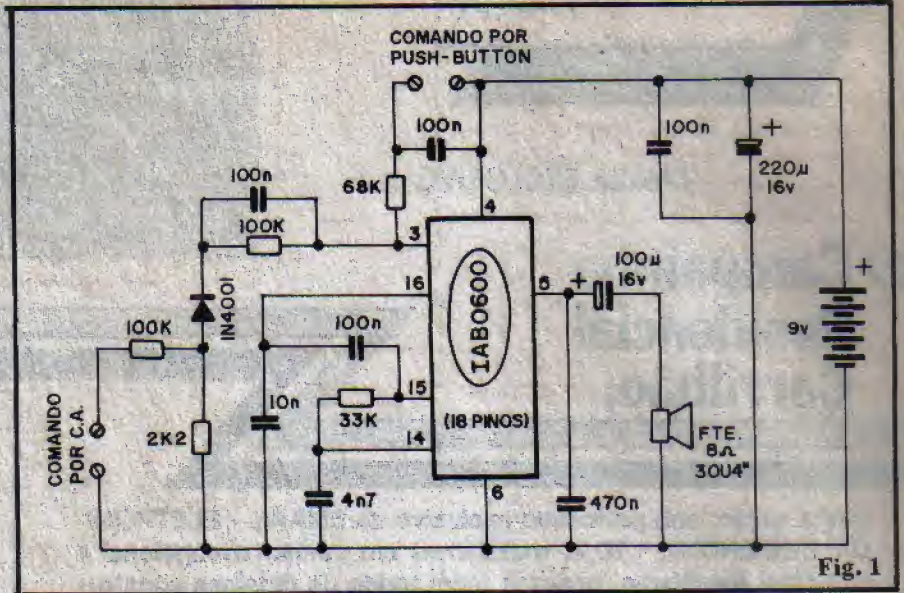
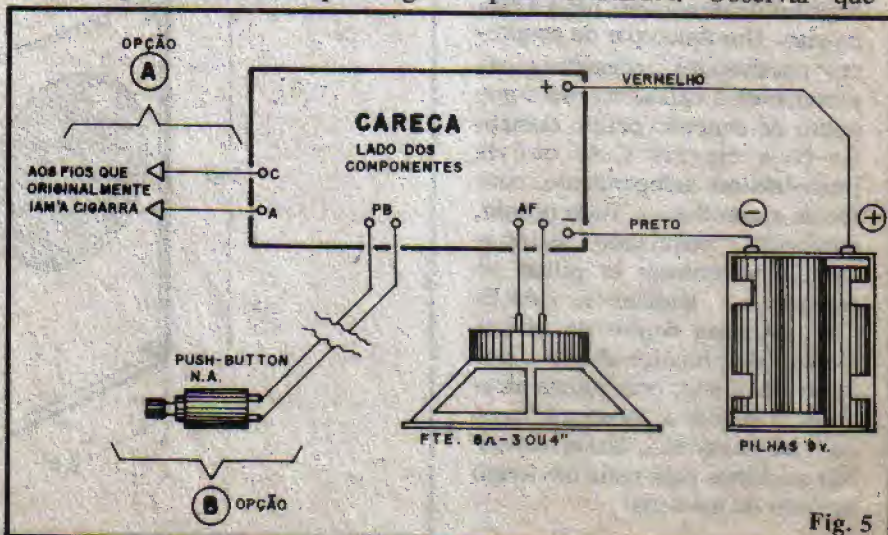

Fig. 1
Fig. 5
— FIG. 1 — O diagrama do circuito da CARECA está na figura, em toda a sua simplicidade. Conforme já foi dito, o Integrado IAB0600 faz "só" tudo e a maioria dos (poucos) componentes externos "está lá" em
- FIG. 5 - CONEXÕES EXTERNAS À PLACA - Com a placa ainda vista pelo lado dos componentes, as conexões periféricas são mostradas na figura, com grande clareza. Observar a polaridade da alimentação, com os fios que vêm do suporte de pilhas codificados pela "velha" norma: **vermelho para positivo** e **preto para o negativo**. Os pontos "AF" destinam-se à ligação dos fios que vão ao alto-falante. Finalmente, resta escolher o tipo de comando para a CARECA: se for optado o comando direto pela C.A., os pontos "C-A" deverão ser ligados aos fios que origi-
(conforme já foi dito...), tudo fica como está, bastando remover a cigarra e instalar, no seu lugar, a CARECA, ligando-se os fios originais aos pontos "C-A" da placa, sem preocupações, inclusive, quanto à tensão da rede local (110 ou 220VCA, indiferentemente), já que o circuito já apresenta suas proteções e atenuadores de entrada, compatíveis com as tensões domiciliares comuns. No módulo 6-B vemos uma forma simplificada (sem ter que mexer nos componentes agregados diretamente à placa) de acoplar o circuito a um amplificador, constituindo uma segunda opção, em relação à sugerida no item O CIRCUITO (texto sobre a fig. 1), para os que pretendam usar a CARECA como "sinal de chamada". Certamente, nessa aplicação, convém que o comando seja feito por **push-button** independente, conforme indica a opção "B" da fig. 5.